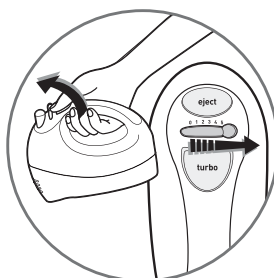

fig.2
- Mettez en route à l'aide du sélecteur de vitesse (**A2**), (**fig.2**), d'abord en vitesse **1** puis **2,3,4,5**. Utilisez la position « **Turbo** » (**A3**) si la recette nécessite plus de puissance.